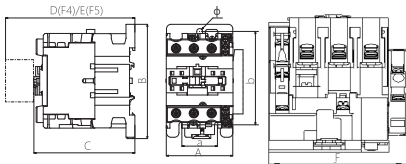

图2 CJX2e-40~95交流接触器外形与安装示意
2.2 CJX2e-40~95系列交流接触器安装尺寸与外形尺寸，见图2与表4。接线能力见表5。型号规格重量见箱贴。